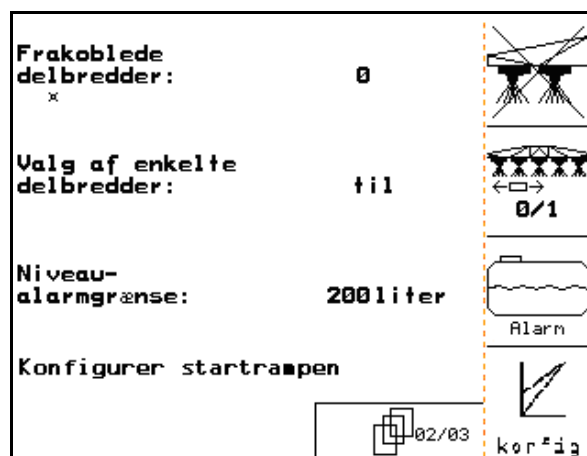

Fig. 22
Side to 02/05 (Fig. 22)
-  Deaktiver delbredderne permanent. De angivne cifre (Fig. 22) indeholder oplysninger om antallet af permanent frakoblede delbredder (tal 0 = ingen delbredde frakoblet). (se side 37).